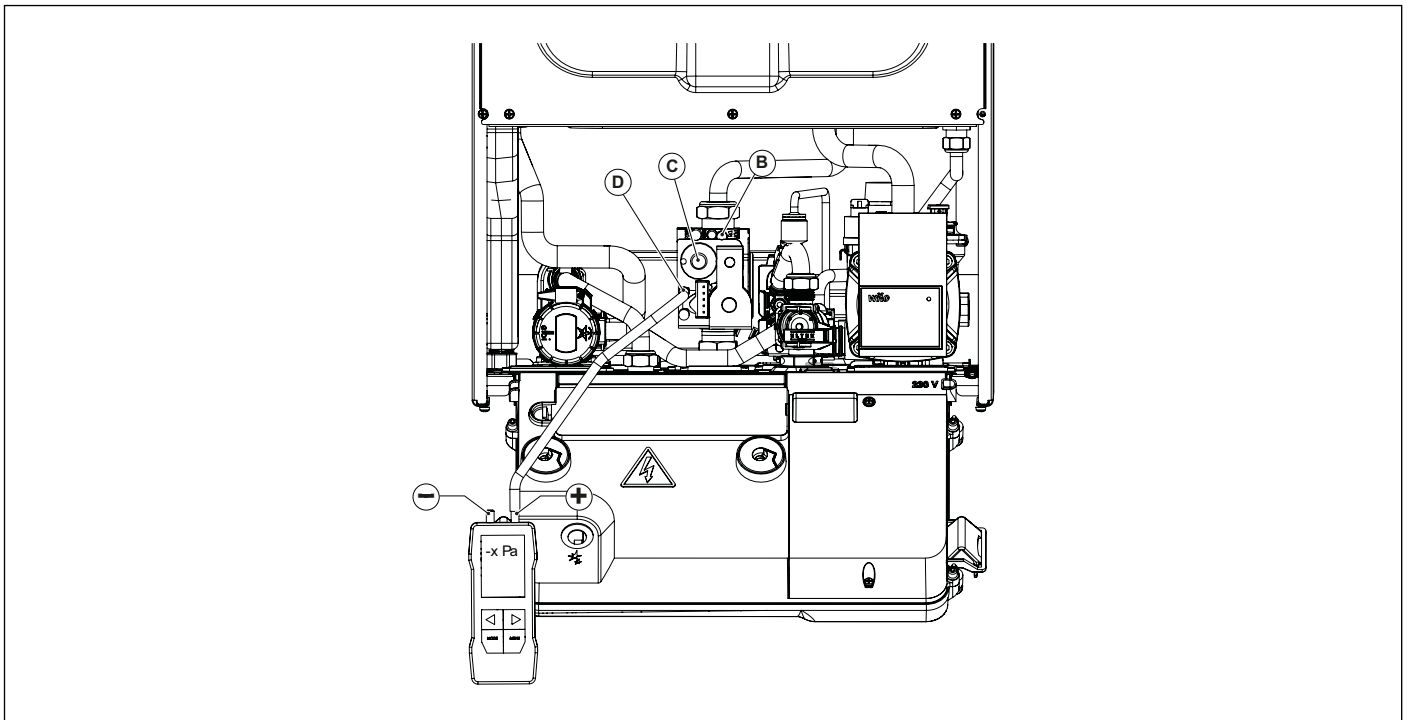

Fig. 47 Regolazione pressione di offset
- Aprire la vite della presa di pressione di offset **D** e collegarla all'ingresso positivo (*) del manometro differenziale (vedi Fig. 47 Regolazione pressione di offset).